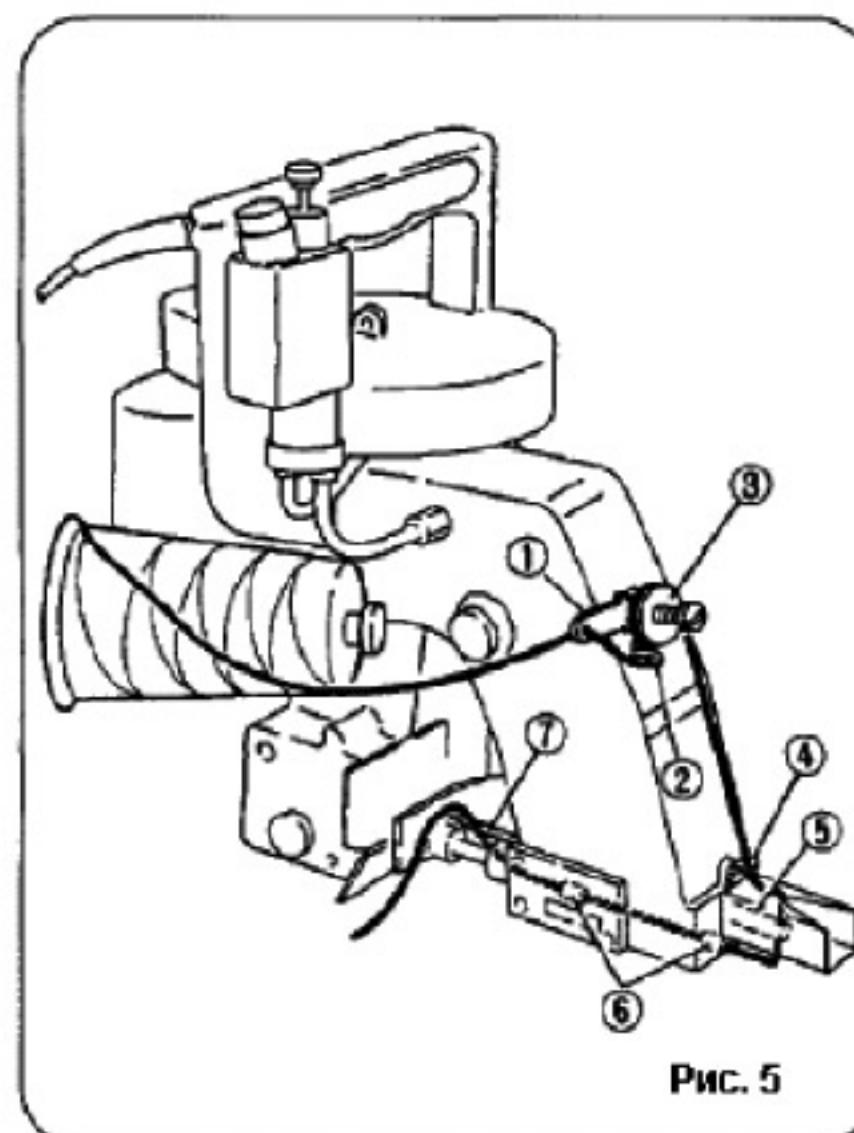

Рис. 5
- Заправьте в машину нить, как показано на рис.5.
3.3. Заправка нити (рис. 5).
Машина поставляется с заправленной нитью, чтобы вы могли увидеть, как нить была заправлена (см. рис. 5). Заправка нити проходит от цифры 1 до 7 на рис. 5.